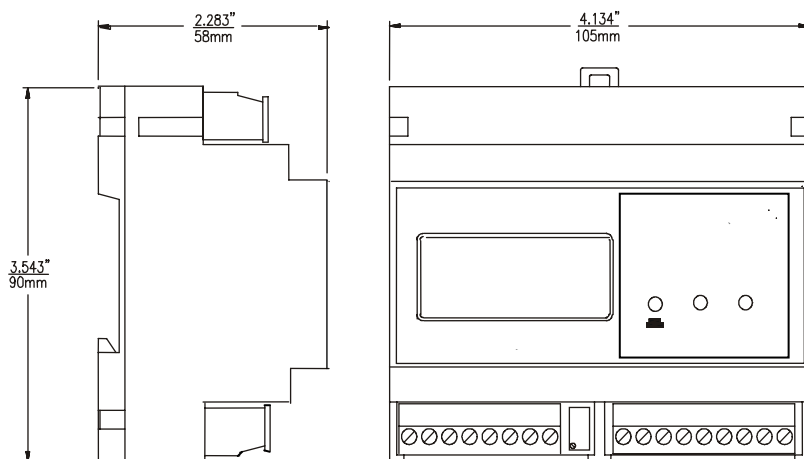
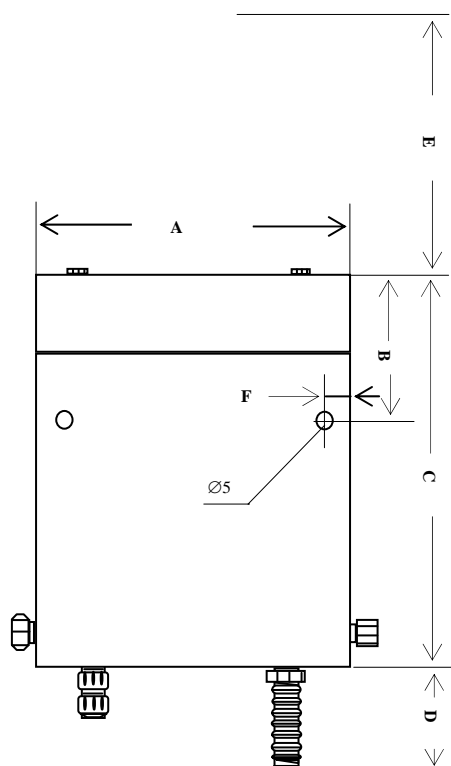

图 1 CL3630 外形尺寸图
图 2 SZ7231 恒流器外形图
## 三、设备外形及尺寸图（见图 1、图 2）
1、CL3630 显示变送器：105×90×58mm，DIN 导轨安装，六 位开关模型（见图 1）。
3、SZ7231 尺寸（尺寸单位：mm）见图 2